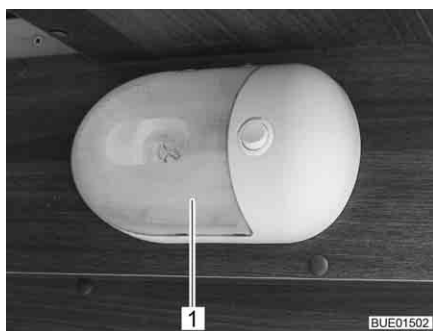

Bild 276 Påbyggnadslampa
- Tryck försiktigt samman den transparenta kåpan (Bild 276,1) på båda sidor, dra lätt bort den från brytaren och ta bort den framifrån.